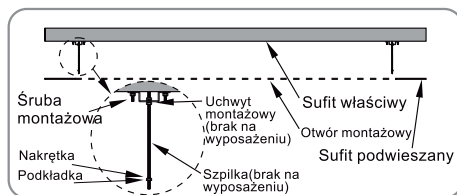

Rys. 7. Użyj szpilek do montażu w wysokim suficie.
3. W zależności od wartości H (odległość pomiędzy sufitem właściwym, a sufitem podwieszanym) należy nawiercić sufit właściwy zamocować kołek rozporowy M8*80 lub dłuższy, zobacz Rysunki 6 i 8. W przypadku instalacji w wysokim suficie uchwyt montażowy należy zainstalować za pomocą kołków rozporowych M8*60, zobacz Rysunek 7 i 9.